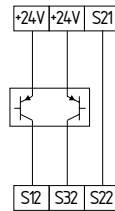

Fig. 11
**Control mediante dos canales de resguardos de seguridad (basados en microprocesadores) con salidas de semiconductor tipo p, p.ej. AOPD's según IEC 61496 (véase fig. 11)**